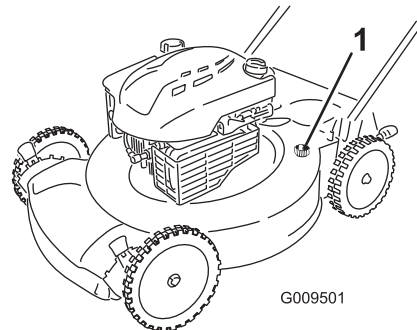

Figura 39
5. Conecte una manguera de jardín que esté conectada a un grifo al orificio de lavado (Figura 39).